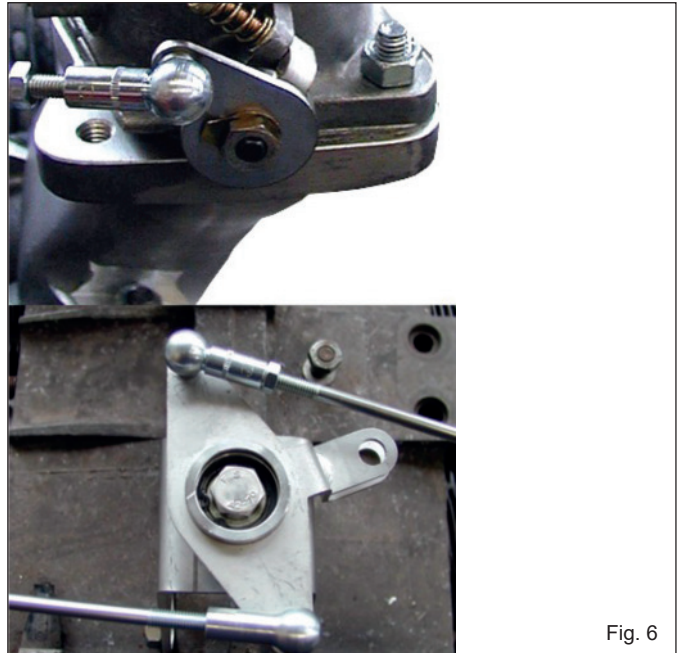
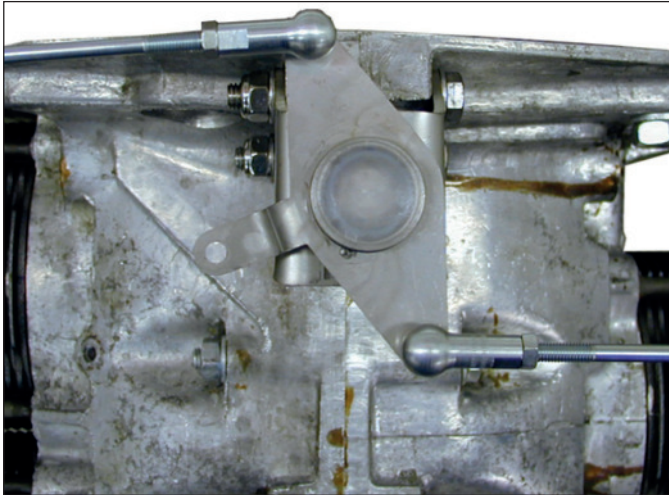

Fig. 6
Fig. 7
The manifolds can be installed in two directions. The throttle levers needs to operate in the pull principle. Therefore the push rods must be replugged on the center bellcrank. (Fig.6)
Bei diesen Ansaugstutzen können die Vergaser um 180° versetzt montiert werden. Es erfolgt die Ansteuerung der Drosselklappenhebel im Druckprinzip. (siehe Fig.6)
Hierbei müssen die Schubstangen am Drehbock umgesteckt werden. (siehe Fig.6)
**NOTE:** The push rods need to be adjusted to proper length. When carbs are in half throttle the center mount lever needs to be aligned with the case joint. (Fig.6+7)
**ANMERKUNG:** Um einen gleichmäßigen Lauf des Gasgestänges zu gewährleisten ist es notwendig, die Schubstangen so einzustellen, dass der Dreiarmhebel am Drehbock in Ausgangsstellung (Leerlauf) (Fig.6) und Endstellung (Vollast) (Fig.7) im gleichen Winkel zur Mittellinie des Motorblockes steht.